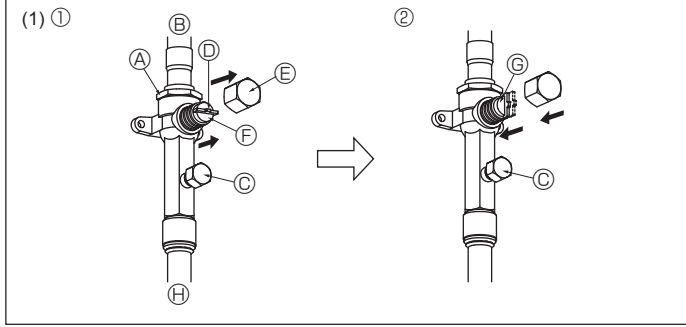

Fig. 4-10
- (1) Gaz tarafı (Fig. 4-10)
- ① Kapağı çıkarın, kolu kendinize doğru çekip saat yönünün tersine 1/4 devir çevirerek açın.
- ② Stop valfinin tamamen açık olduğundan emin olun, kolu içeri itin ve başlığı çevirerek tekrar ilk konumuna getirin.